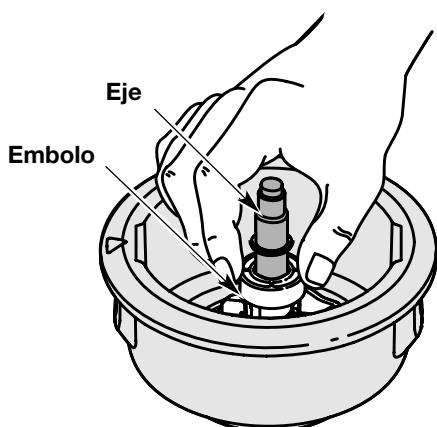

Fig. 24
- Limpie el eje y la superficie interior de la bobina exterior. Para limpiar el eje debajo del émbolo, empuje el émbolo hacia abajo (Fig. 24). Saque toda la suciedad o residuos del eje.